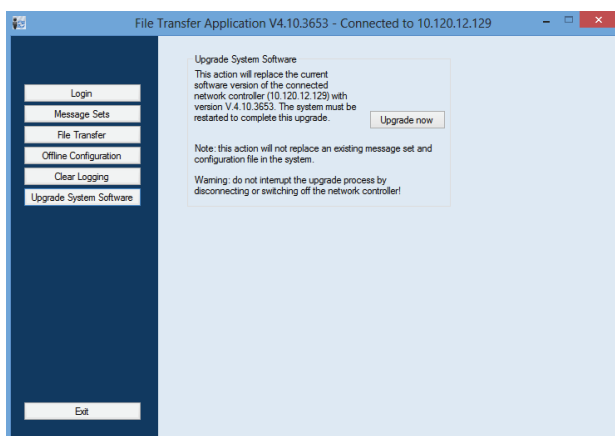

figura 37.5: Pantalla de transferencia de archivos
- 1 Haga clic en el botón *Upgrade system software*. Se mostrará una pantalla similar a la indicada en figura 37.5.